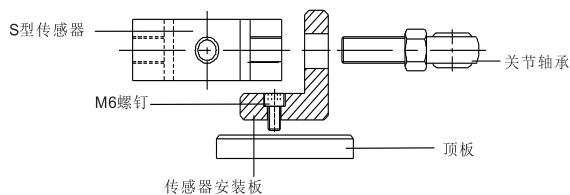

图6 S型传感器安装示意图
4、数显式推拉力计安装(S型传感器外置)：利用附件2枚M6螺钉，将传感器安装板直接安装于机架上，再取附件内的关节轴承、S型传感器按附图6连接即可；